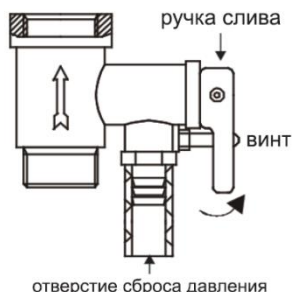

Рисунок 6
4. На входной патрубок, обозначенный голубым цветом и стрелкой направления течения воды, накрутите предохранительный клапан так, чтобы течение воды совпадало с направлением стрелки на корпусе клапана. На отверстие сброса давления предохранительного клапана (см. рисунок 6) оденьте дренажную трубку* для отвода воды (возможно появление при нагревании) в канализацию (трубку необходимо направить строго вниз и запрещено перегибать её).
6. Если не предусмотрен сливной кран-тройник (см. «Подключение к водопроводной магистрали»), воду можно слить через комбинированный предохранительный клапан, для этого: открутить винт ручки слива предохранительного клапана и перевести ручку слива в верхнее положение, при этом кран выхода горячей воды должен быть открыт, а кран подачи холодной воды в водонагреватель должен быть перекрыт (см. рисунок 6). Из отверстия сброса давления предохранительного клапана потечет вода.